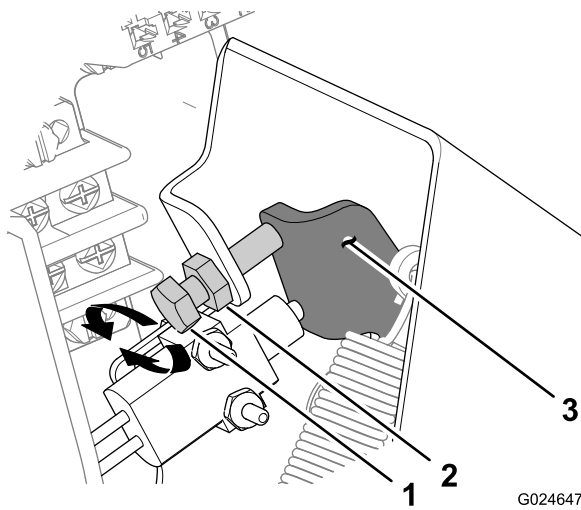

Bild 89
- A. Lösen Sie die Klemmmutter, mit der der Gaspedalanschlag befestigt ist (Bild 89).
- Zum Erhöhen des Pedalspiels nach rechts (Bild 89).
- Zum Verringern des Pedalspiels nach links (Bild 89).
- C. Ziehen Sie die Klemmmutter an (Bild 89).
- D. Wiederholen Sie die Schritte 1 bis 4, um das Pedalspiel zu messen (Bild 89).